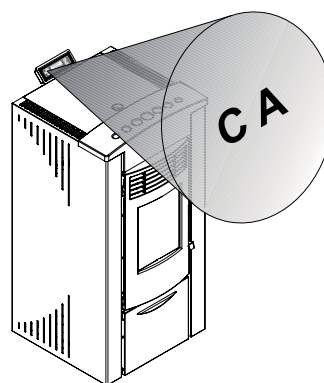

Fig.13.1
Es handelt sich um eine Infrarot-Fernbedienung, sie muss daher je nach Ofenmodell zum Wirkungsbereich (WB) des Empfängers am Bedienpanel (Abb. 13.1) oder zur Antenne an der Ofenrückseite gerichtet werden.